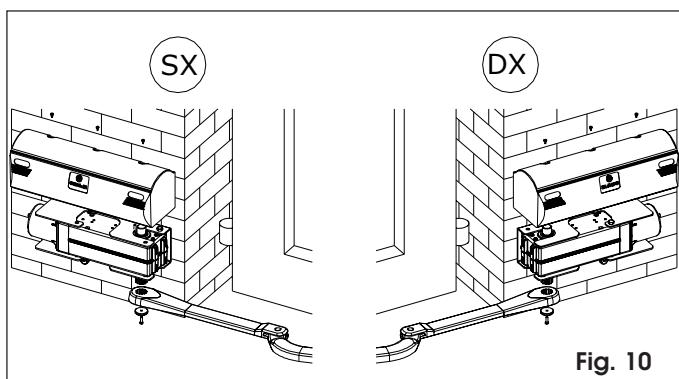

Fig. 10
- Inserire la leva dritta del braccio snodato nell'albero del motoriduttore e serrarla con la vite e la rondella in dotazione (fig. 10).
- Applicare il carter di protezione sull'operatore (fig. 10).